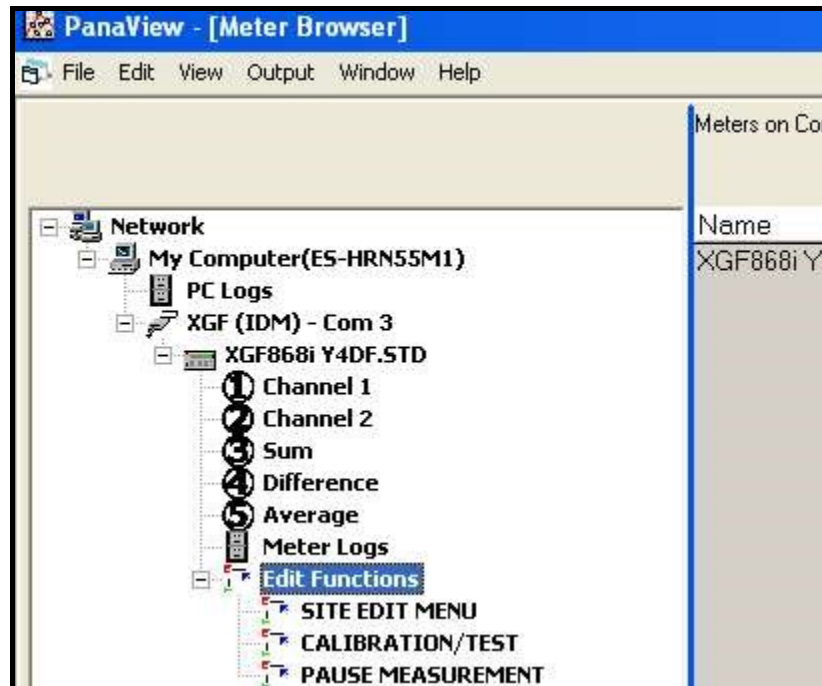

Figura 40: Menús en la opción de Editar funciones
2. Despliegue la opción *Editar funciones*. La ventana será ahora similar a la mostrada en la *Figura 40 en la página 76*.